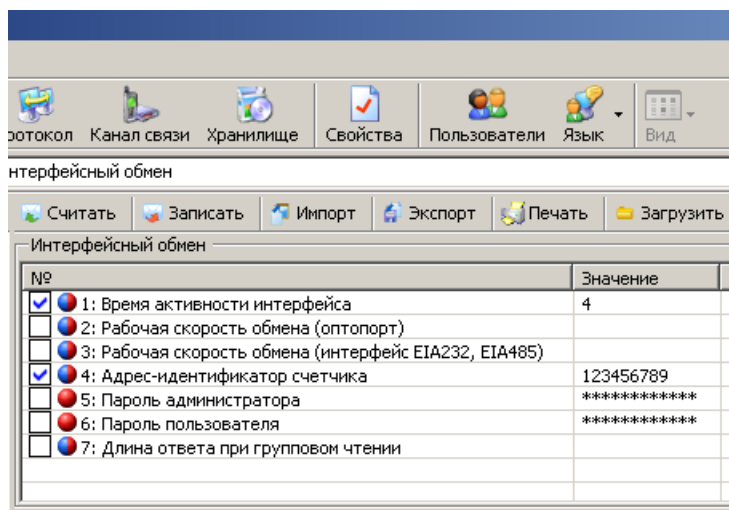

Рисунок 3.10 Интерфейсный обмен
- 3.9.5 Чтением параметра «время активности интерфейса» убедиться, что его значение равно 4 с. (см. рисунок 3.10).
- 3.9.6 Чтением параметра «адрес-идентификатор счетчика» (см. рисунок 3.10) убедиться, что его значение равно 9 последним цифрам серийного номера, без нулей перед значащими цифрами, т.е. если 9 последних цифры заводского номера имеют вид «000000001», то идентификатор равен «1».